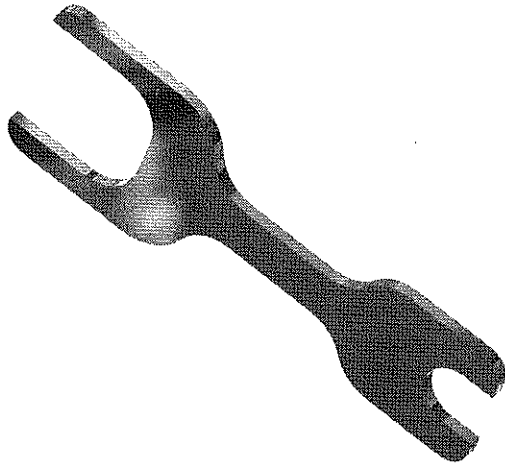

Figura 26
2. Remova a peça da posição 28 da peça da posição 15 usando uma chave de boca (consulte a Figura 26, página 24), girando no sentido anti-horário (essa é uma rosca à direita); consulte a Figura 17 para obter mais informações.
5. Remova a peça da posição 24 da peça da posição 25 utilizando a ferramenta na Figura 26, página 24. A peça da posição 23 deve permanecer na peça da posição 24, exceto para uma possível limpeza.
1. Chave de boca 177207, 1 unidade; consulte a Figura 26.